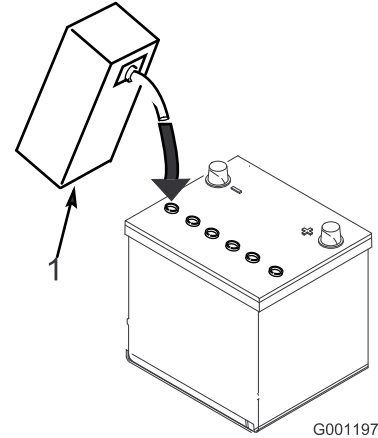

Bild 10
3. Füllen Sie vorsichtig Elektrolyt in jede Zelle ein, bis die Platten ungefähr mit 6 mm Flüssigkeit bedeckt sind (Bild 10).
Hinweis: Füllen Sie nach Bedarf Elektrolyt auf, um den Elektrolytstand auf ungefähr 6 mm unter den Einfüllstutzen anzuheben (Bild 10).